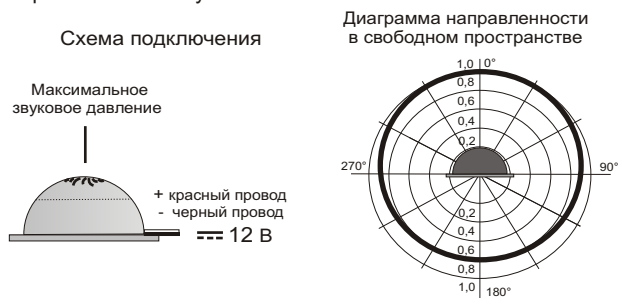

Рис.2 Схема подключения и диаграмма направленности звука оповещателя.
- 2.6. Диаграмма направленности звука на рис.2 (п.5.3)
5.1. Перед установкой необходимо проверить внешний вид оповещателя на наличие повреждений и проверить работоспособность следующим образом:подключить источник питания (типа Б5-7) к выводам оповещателя (рис.2), предварительно установив напряжение питания  $12 \pm 3$  В. При этом оповещатель должен выдать звуковой и световой сигналы.
5.3. На рис.2 показана схема подключения и диаграмма направленности звука.